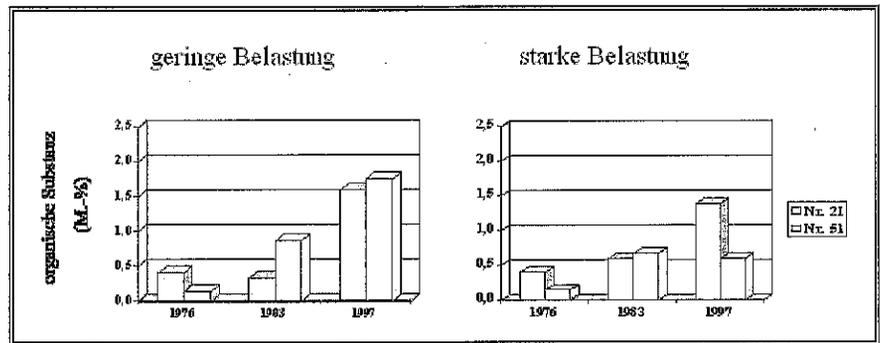

Abb. 5: Entwicklung der organischen Substanz bei Hygromull-Zusatz (Nr. 21, 51)
**Hygromull** als Zusatzstoff in vermagerten Substraten kommt offensichtlich aus den o.g. Gründen bei geringer Belastung der Vegetationsschicht besser zur Wirkung als bei starker Belastung (Tab. 1). Zwischen dem Boden-Sand-Gemisch (Nr. 51) und dem Lava-Sand-Gemisch (Nr. 21) bestehen im wesentlichen nur geringe Unterschiede zugunsten des Gemisches Nr. 51 (Abb. 5).